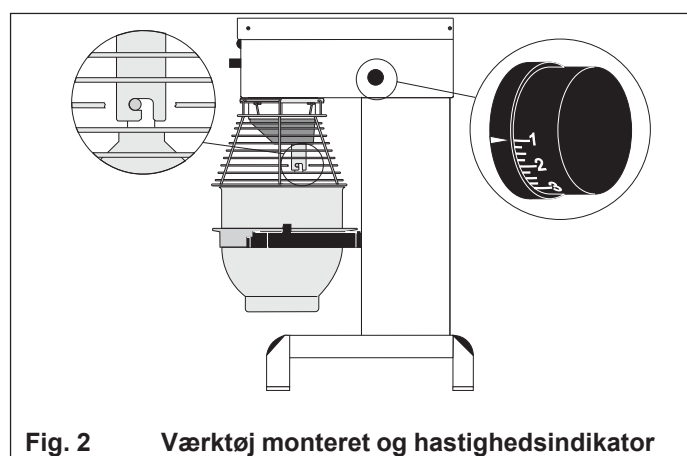

Fig. 2 Værktøj monteret og hastighedsindikator
- B** Kedel placeres i kedelbøjlerne. Kontroller at kedlen er skubbet helt tilbage i bøjlerne og at kedelringens „midterste øre“ vender ind mod mixeren. Værktøjet monteres i bajonetfatningen (**fig.2**) og sikkerhedsskærmen lukkes
- F** Drej på **drejeknappen** til den ønskede hastighed er fundet, hastigheden aflæses på indikatoren på mixeren side (**fig.2**). Se mixerens maxhastigheder (**fig.3**).